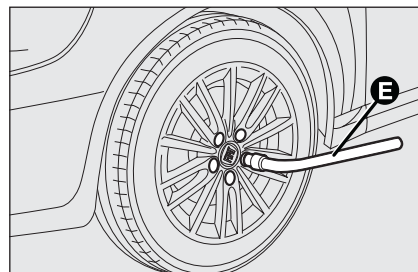

fig. 7
- dévisser d'environ un tour les boulons de fixation, en se servant de la clé **E-fig. 7** fournie; pour les voitures équipées de jantes en alliage, secouer la voiture pour faciliter le détachement de la jante du moyeu de la roue;